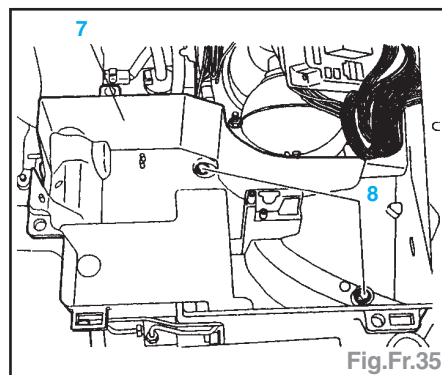

Fig.Fr.35
- le bloc calculateurs (6),
- le faisceau (4),
- la vis (3).
- Ecarter le **BSM** (5) du bac (7).
- Déposer (Fig.Fr.35) :
- les vis (8),
- le bac (7).